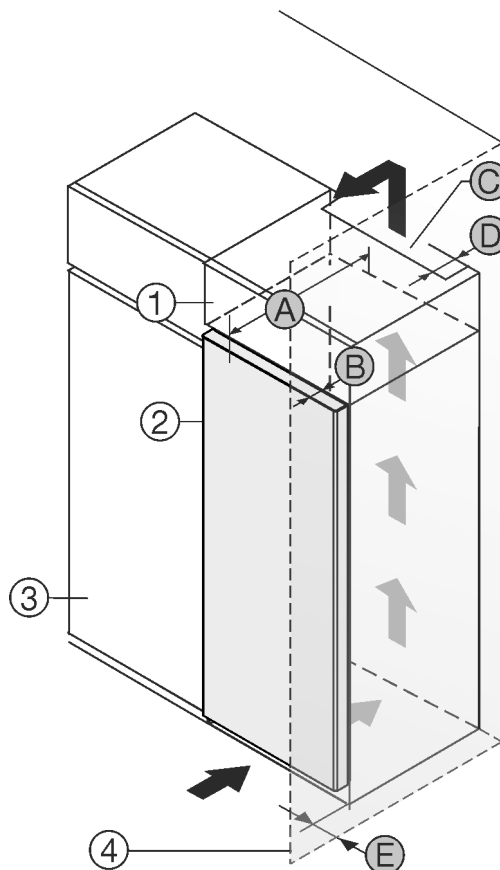

Fig. 1
- (1) Opbouwkast\*
- (2) Apparaat\*
- (3) Keukenkast\*
- (4) Wand\*
- (A) Diepte apparaat\*
- (B) Diepte deur\*
- (C) Ventilatie doorsnede\*
- (D) Afstand achterzijde apparaat\*
- (E) Afstand tot apparaat-zijde\*
U kunt het apparaat direct naast de keukenkast Fig. 1 (3) opstellen.\*
Aan de achterzijde van de opzetkast moet een luchtafvoerkanaal met de diepte Fig. 1 (D) over de volledige breedte van de opzetkast aanwezig zijn.\*
Onder het plafond moet de ventilatie doorsnede Fig. 1 (C) worden aangehouden.\*
Als u het apparaat met de scharnieren naast een wand Fig. 1 (4) plaatst, moet de afstand tussen het apparaat en de wand minimaal 13 mm bedragen.\*
Als u het apparaat met de scharnieren naast een wand Fig. 1 (4) plaatst, moet de afstand tussen het apparaat en de wand minimaal 20 mm bedragen.\*
Om de deuren volledig te kunnen openen, moet het apparaat overeenkomstig de deurdiepte Fig. 1 (B) ten opzichte van het keukenkastfront uitsteken. Afhankelijk van de diepte van de keukenkasten Fig. 1 (3) en het gebruik van de wandafstandshouders kan het apparaat verder uitsteken.\*